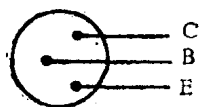

图 5
①三根管脚摆成等腰三角形，管脚朝上，三角形底边（距离宽的一边）对自己。三角形顶点朝外，则左边是发射极，右边是集电极，中间是基极（口诀是：管脚朝上头朝下，缺口对自己，左“发”、右“集”、“中间”“基”），如图5所示。